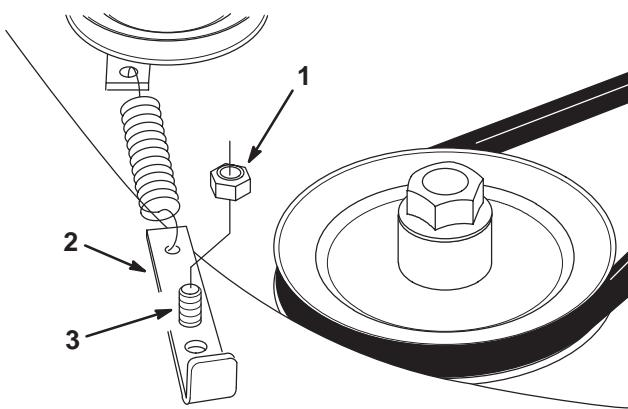

Figure 30
- Soulevez l'ancrage du ressort et dégagez-le de la vis d'assemblage (Fig. 30).
- Reposez l'ancrage sur la vis d'assemblage en utilisant le trou approprié pour augmenter la pression du ressort sur la poulie folle du plateau (Fig. 30).
- Remettez l'écrou sur la vis d'assemblage et serrez-le (Fig. 30).